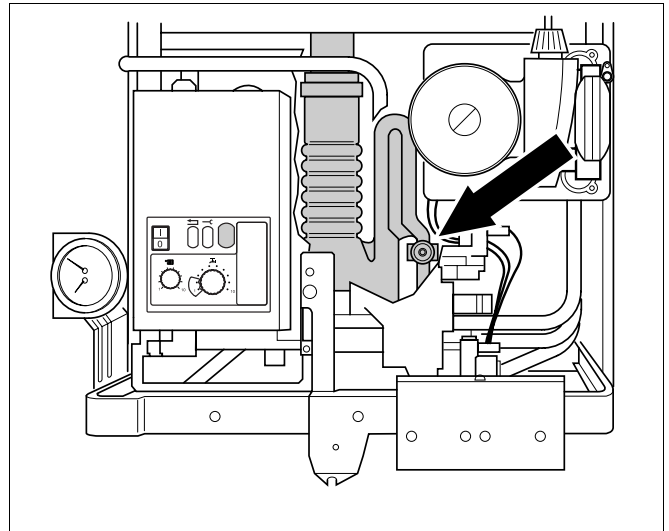

Fig. 7 Siphon pour évacuation eau de condensation
- Monter le collier de fixation sur la face arrière de l'échangeur de chaleur pour l'eau sanitaire (fig. 7).